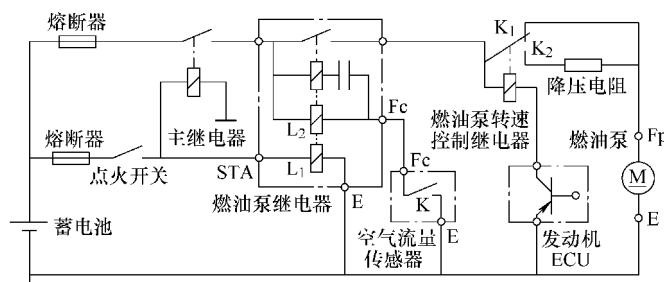

图 5-14 燃油泵转速的控制电路
① 当点火开关置于“STA”位置时发动机起动，主继电器的线圈得电，其触点闭合，接通燃油泵继电器工作的电源。随后燃油泵继电器的主线圈  $L_1$  得电，其触点也闭合，这时燃油泵开始工作。
② 发动机起动后，流量传感器在进气（空气）气流的驱动下，其叶片转动，使触点 K 闭合，接通燃油泵继电器线圈  $L_2$  的电路， $L_2$  产生的磁力将使燃油泵继电器的触点可靠地闭合。
③ 发动机停止工作时，由于进气气流的消失，进气流量传感器内的触点 K 断开，线圈  $L_2$  失电，使燃油泵继电器的触点也断开，燃油泵停止工作。
3) 燃油泵转速的控制电路如图 5-14 所示。